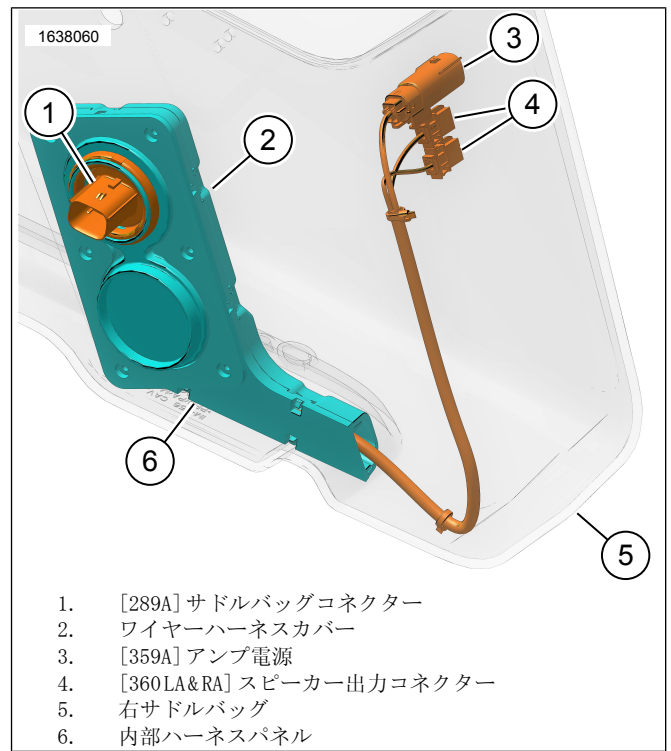
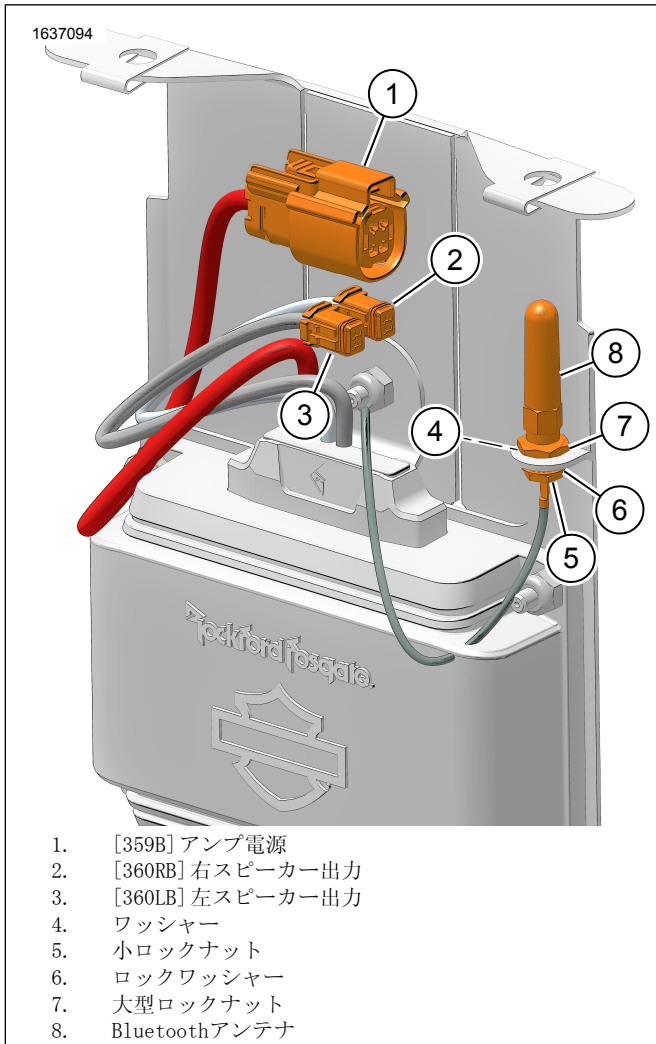

図8。内部ワイヤハーネス 69202871
図10。アンプアッセンブリー
8. 図8図を参照にして、内部ワイヤーハーネスを取り付けます。
9. 図10アンテナを組み立てます。
14. 「図8」および「図10」を参照してください。内部ワイヤハーネスをアンプアセンブリーに接続します。
15. 図10を参照してください。右スピーカーワイヤをアンプアセンブリーに接続します。
「図8」および「図10」を参照してください。内部ワイヤハーネスをアンプアセンブリーに接続します。